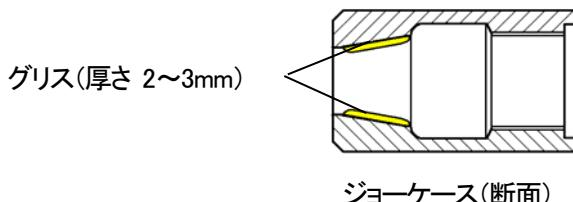

図 7-3
⑤ジョーケースの内側(ジョーと接する面)にグリスを充分に塗布して組み付けてください。(図 7-3 参照)